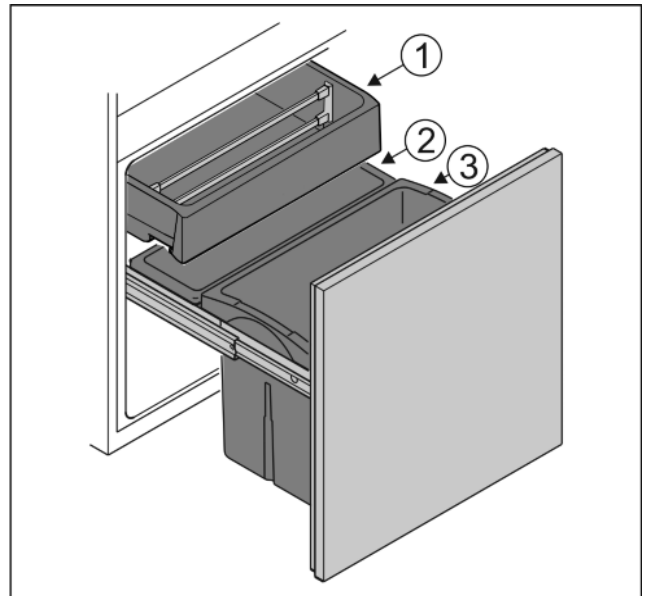

Fig. 4
- ▶ Резервуар *Fig. 4 (1)*: Вкласти не запаковані субтропічні фрукти та овочі.
- ▶ Резервуар *Fig. 4 (2)*: Вкласти не запаковані дрібні фрукти та овочі.
- ▶ Резервуар *Fig. 4 (3)*: Вставити окремі пляшки.